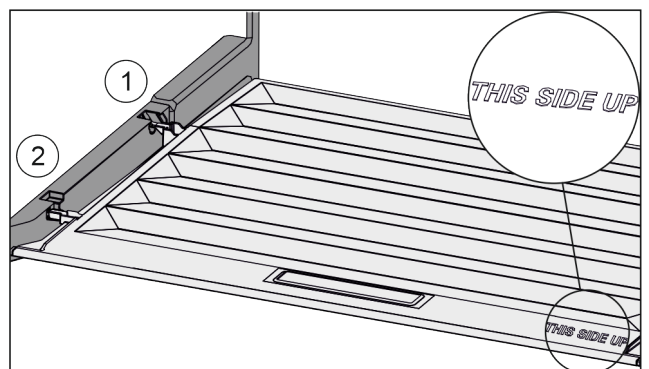

Fig. 104
- ▶ Deckelstege über Öffnung der hinteren Halterung *Fig. 104 (1)* einführen und vorne in Halterung *Fig. 104 (2)* einrasten.